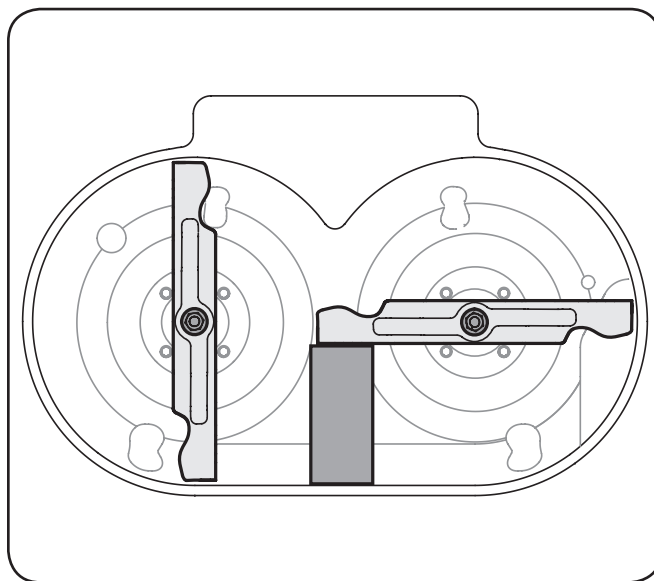

Figure 7-5
2. Placez un morceau de bois entre le boîtier du plateau de coupe et la lame de coupe pour empêcher tout mouvement. Voir Figure 7-5.
3. Retirez l'écrou à bride qui fixe la lame à la fusée assemblée. Voir Figure 7-5.